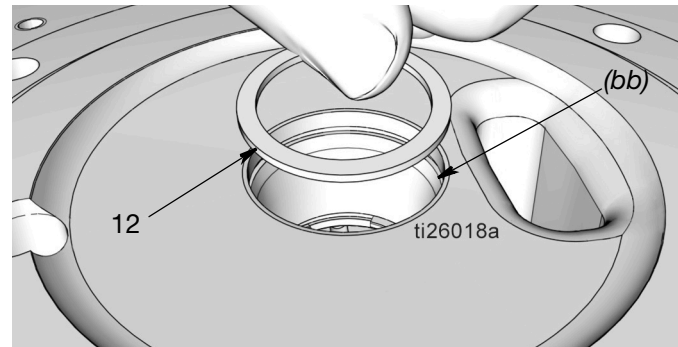

FIG. 31
- b. Verifique que el anillo de retención (51) esté en su lugar en el lado de la base de la bomba (1).
- c. Instale el espaciador (12) mostrado en FIG. 31.